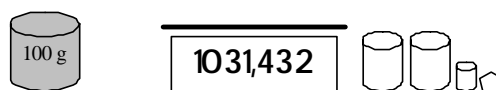

Fig. 7. Calibración de una pesa por sustitución.
- Sustitución simple (calibración de masas, AB) (Fig. 7),
- Sustitución doble (calibración de masas, ABBA) (Fig. 7),